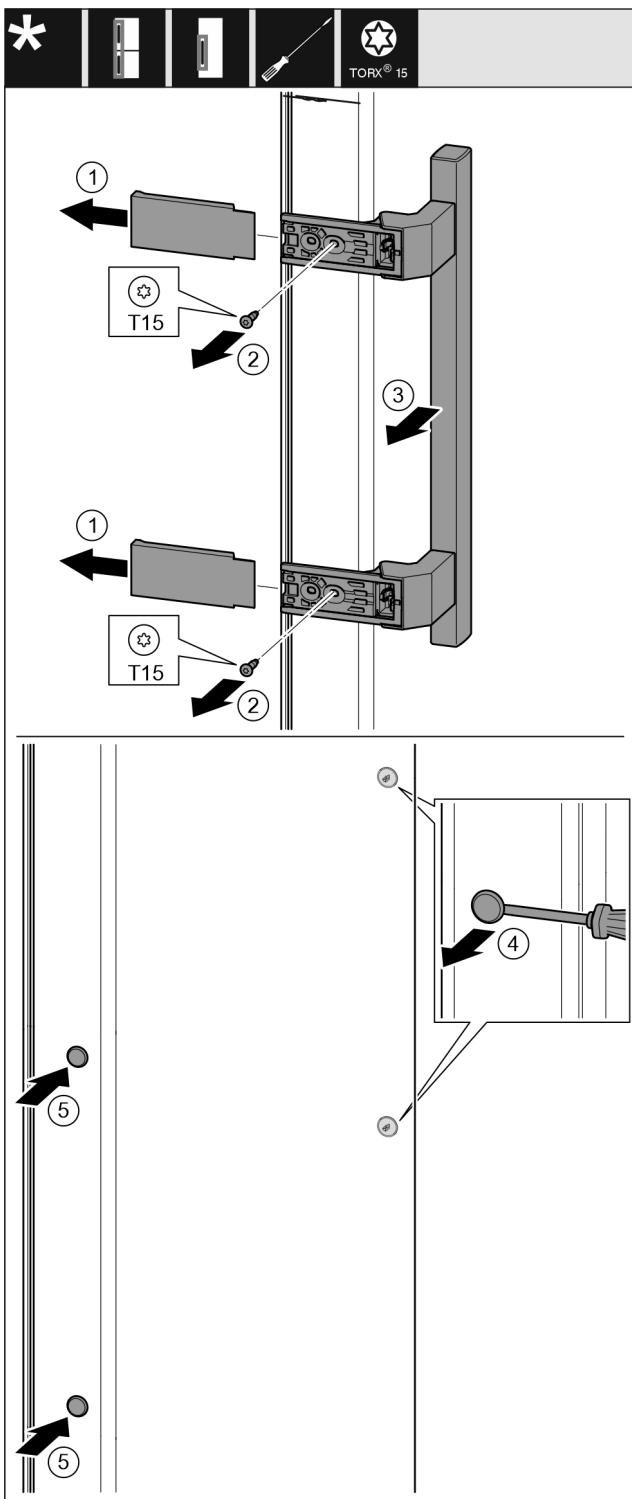

Fig. 14
- Noņemiet pārsegu. Fig. 14 (1)
- Izskrūvējiet skrūves ar skrūvgriezi Torx 15. Fig. 14 (2)
- Noņemiet rokturi. Fig. 14 (3)
- Paceliet uzmanīgi ar plakano skrūvgriezi un izvelciet ārā sānu aizbāzni. Fig. 14 (4)
- Ievietojiet atpakaļ aizbāzni otrajā pusē. Fig. 14 (5)